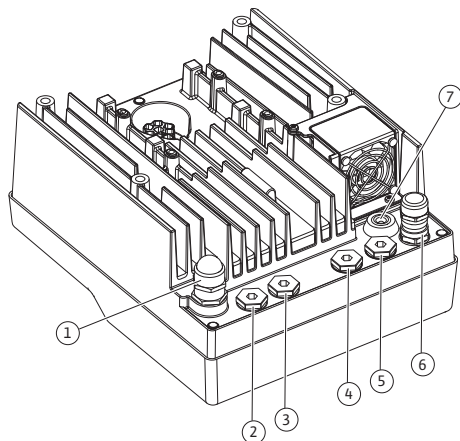

Fig. 18: Kaapelitiivisteet/kaapeliläpiviennit
4. Vie liitäntäkaapelit kaapeliläpiviennin M25 (Fig. 18, pos. 1) läpi. Kiristä kaapelin holkkitiiviste annetuilla vääntömomenteilla.